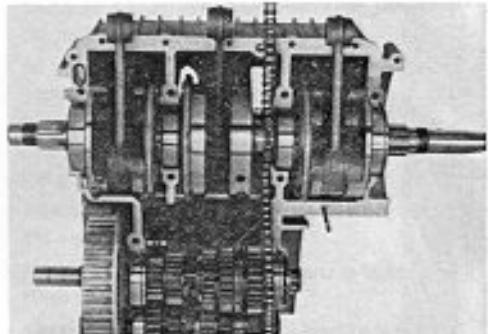

Fig. 157
- Montare la catena della distribuzione (Fig. 157).
- Install the cam chain (Fig. 157).